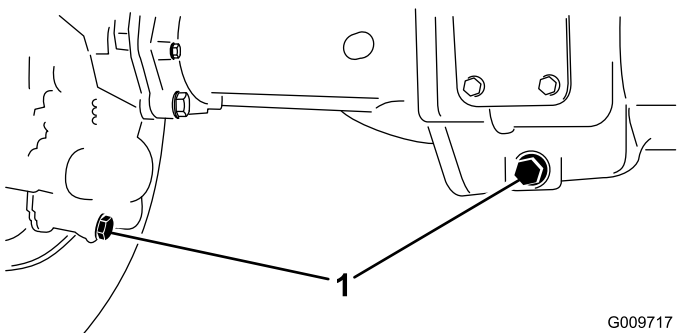

Bild 97
- Reinigen Sie den Bereich um die drei Ablassschrauben, d. h. jeweils eine an beiden Enden und eine in der Mitte (Bild 97).